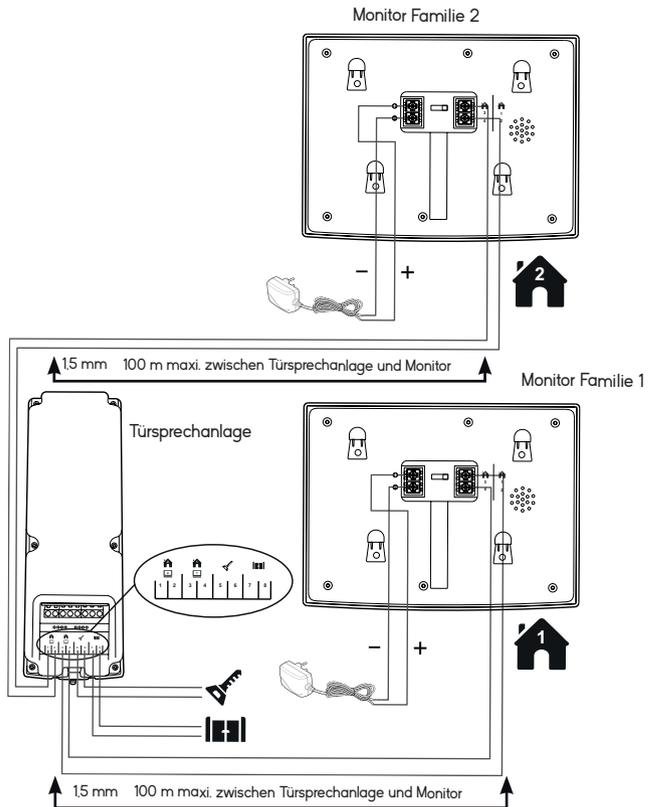

Abb. 10
- Um eine gute Audio- und Video-Qualität zu gewährleisten, sollte die Kabellänge zwischen der Gegensprechanlage und der Türsprechanlage nicht mehr als 100 m betragen. Angaben zu dem zu verwendenden Leiterquerschnitt finden Sie in **Abb. 10**